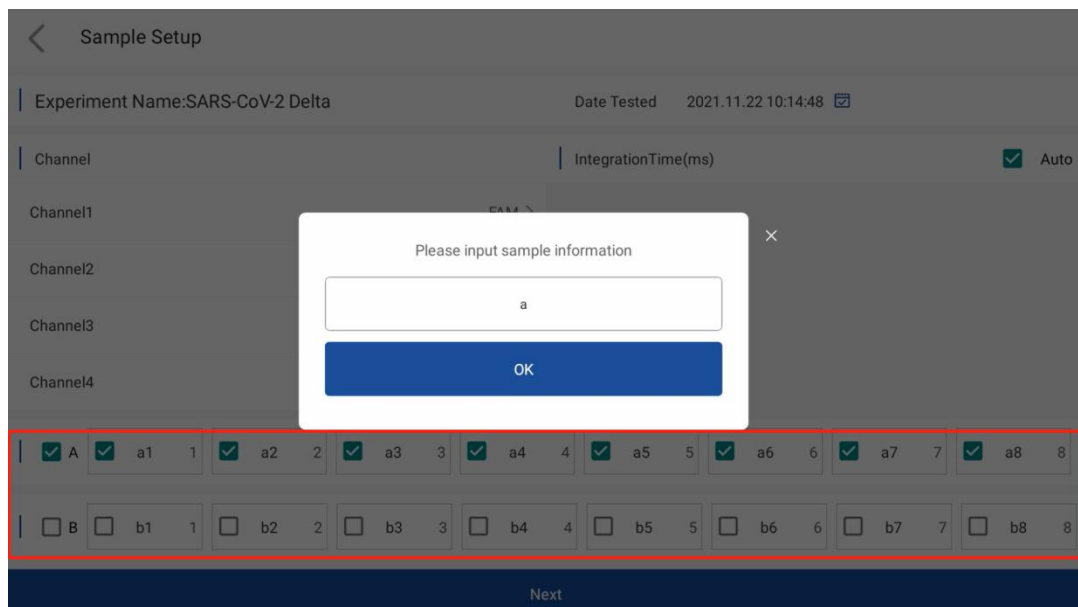

Abbildung 6. Die Einrichtungsseite – Einrichten von Beispielen
- (1) In Abbildung 6. Die Einrichtungsseite – Einrichtung des thermischer zyklus. Wenn wir mit allen Einstellungen zufrieden sind und die Proben geladen haben, können wir mit der Ausführung des Experiment beginnen, indem wir auf die Schaltfläche “Start...” klicken.
- (2) Bevor das Gerät mit der Ausführung des Thermozyklusprogramm beginnt, überprüft es automatisch, ob der Deckel geschlossen ist und die Hauptstromversorgung anliegt. Wenn eine dieser Bedingungen nicht erfüllt ist, zeigt die Software Popup-Fenster mit Warnungen an. Wir könnten diese Programme korrigieren und neu starten, indem wir einfach erneut auf die Schaltfläche “Start...” drücken.
- (3) Wenn der qPCR-zyklus zu laufen beginnt, wechselt die Software automatisch zu den Ausführung-Seiten. Auf der ersten Ausführung-Seite können wir die Temperatur des heißen Deckels und der Reaktionskammer überwachen. Wir können leicht sehen, ob die Temperatur die zyklusprogramme durchläuft oder nicht.
- (4) Amplifikationsprogramm ausführen.
- (5) Beim Ausführen eines normalen qPCR-Amplifikationsprogramms überwacht das Amplifikationsfenster in Echtzeit das Fluoreszenzsignal der Proben. Darüber hinaus zeigt die Seite “Laufverstärkungskurve” auch den aktuellen Laufstatus und die geschätzte verbleibende Laufzeit an.